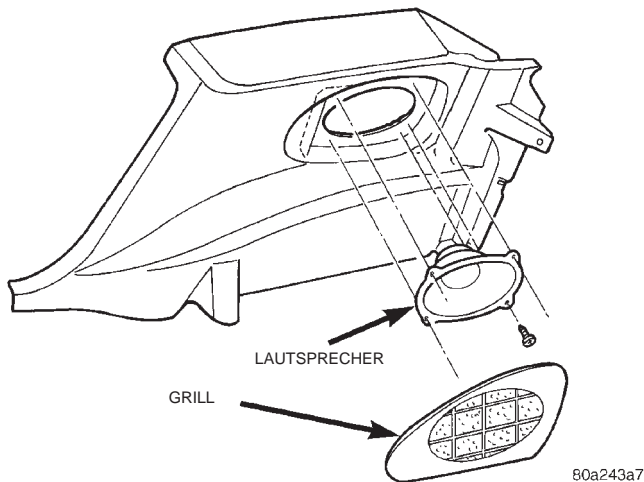

Abb. 10 Hecklautsprecher
- (1) Lautsprechergrill vom Seitenteil abbauen.
- (2) Die vier Befestigungsschrauben des Lautsprechers lösen (Abb. 10).
- (3) Steckverbinder abziehen und Lautsprecher abnehmen.